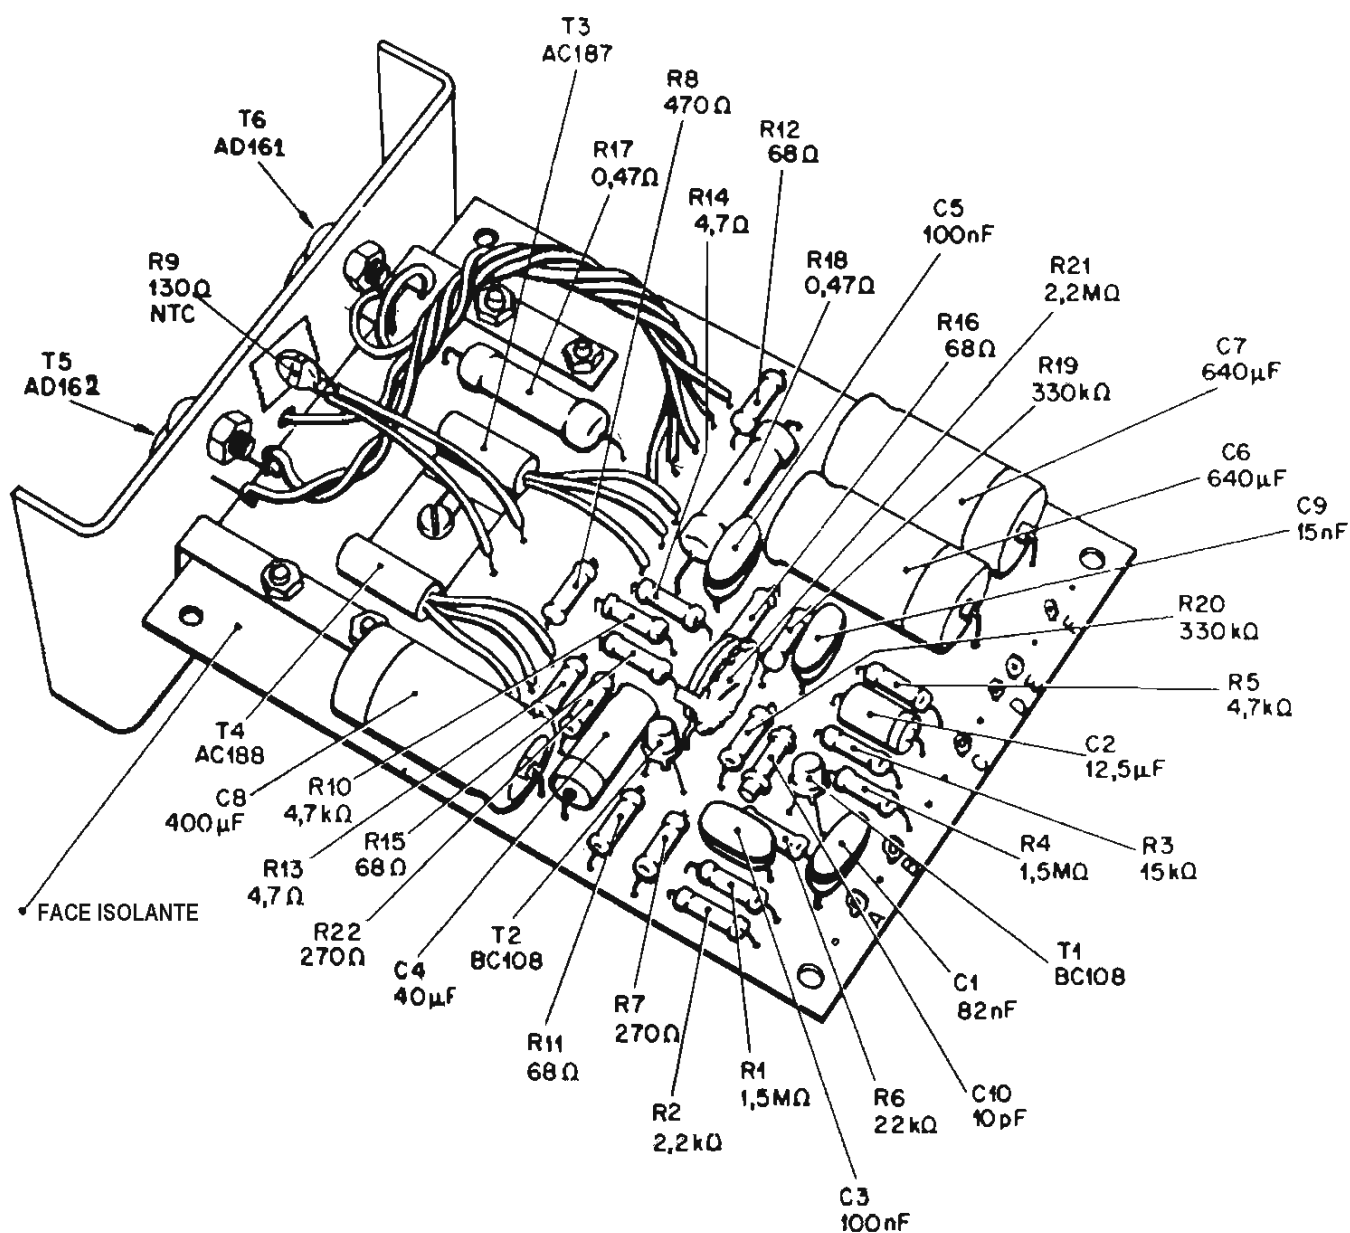

Figura 4 - Vista de conjunto do módulo amplificador montado.
A posição dos componentes está indicada mediante o símbolo correspondente impresso na face isolante da placa. A figura 4 mostra a disposição correta das peças. Todos os componentes (salvo os transistores de potência) deverão ser colocados sobre a face isolante da placa de fiação impressa. Os terminais devem atravessar os respectivos orifícios, fazendo contato com a parte cobreada na face oposta (figuras 3 e 5).
Efetue as operações na seguinte ordem, orientando-se pela figura 4:
8 - Coloque os transistores  $T_1$  e  $T_2$  (BC108); identifique e posicione corretamente os terminais. Oriente-se pela figura 4, bem como pela figura 7 que mostra as posições das linguetas de referência dos transistores.
- 11 - Fixe as aletas com os transistores no furo "J" do painel usando parafuso de 6mm, arruela dentada e porca. Consulte a figura 4 para verificar a posição dos transistores. Introduza e solde os terminais de emissor, base e coletor de T3 e T4 nos furos correspondentes.
17 - Posicione e solde na placa impressa os fios que vêm do radiador seguindo a tabela abaixo (veja também figura 4).
18 - Corte dois espaguetes com 35mm de comprimento. Introduza-os nos terminais de R9 (termistor NTC 130Ω). Conservando os terminais com o comprimento original, coloque e solde na placa onde indicado. O corpo NTC deve tocar no radiador. No ponto de contato cole um pedaço de fita isolante no radiador; use graxa de silicone ou vaselina sobre a fita para melhorar a transferência de calor do radiador para o corpo do NTC. Ver também figura 4 e 12.
- Se todos os componentes estão na posição assinalada na figura 4.